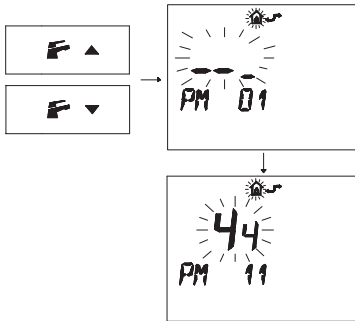

Figura 5.59
- Premere i pulsanti o per visualizzare la programmazione "PM11" della postcircolazione pompa (Figura 5.59).